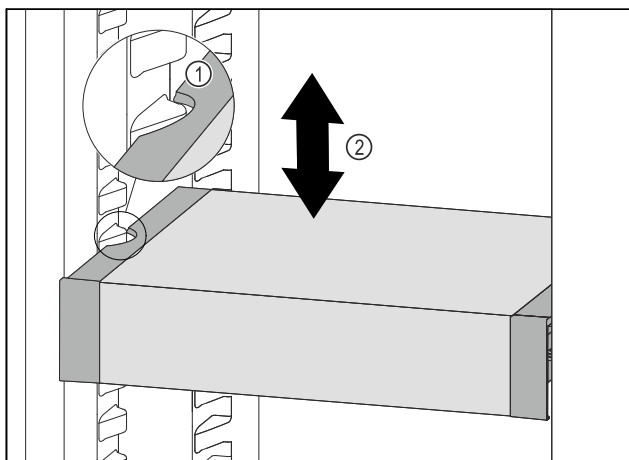

Fig. 120
- Тяните VarioSafe вперед, пока боковые выемки VarioSafe не окажутся на высоте выступа резервуара в холодильном отделении. Fig. 120 (1)
- Двигайте VarioSafe в холодильном отделении вверх или вниз, пока не будет достигнута требуемая высота. Fig. 120 (2)